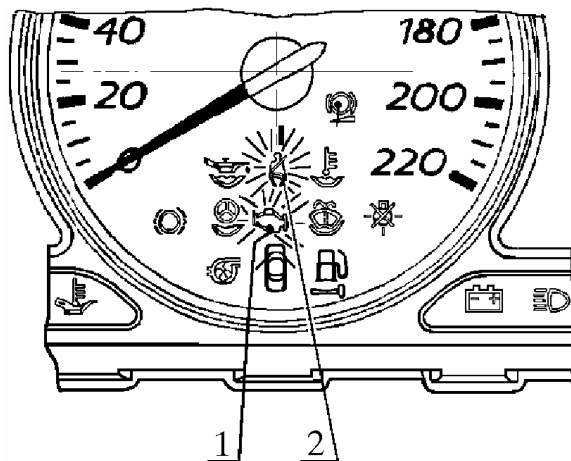

Рис. 14. Проверка включения сигнализатора КМСУД
8.2.5. **Включить зажигание.** Должен включиться на 5 с сигнализатор 2 (рис. 14) непристегнутых ремней безопасности.